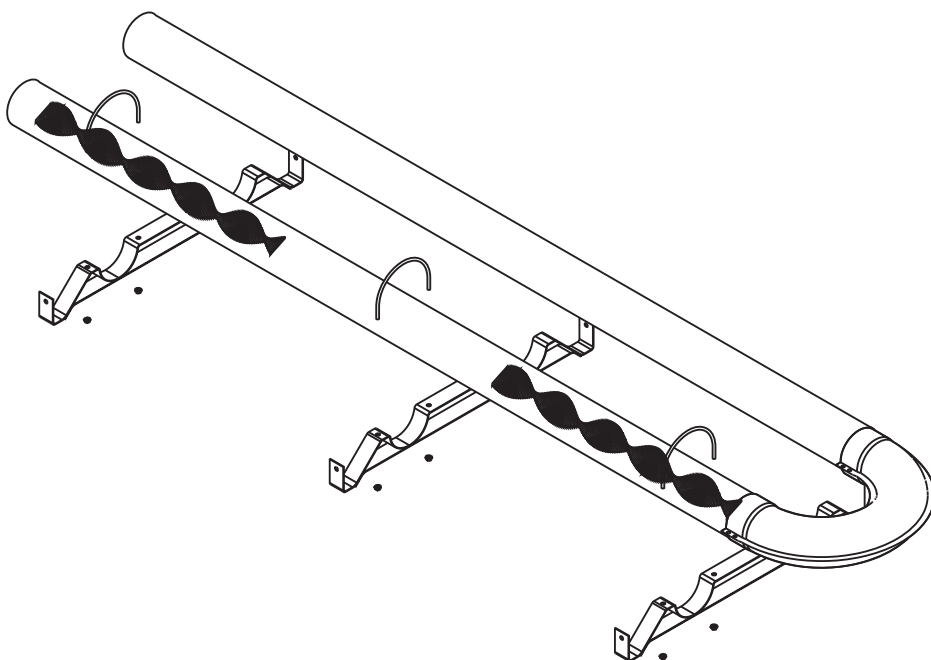

Рис. 4.4 Сборка модуля INFRA: положение кронштейнов
- 2) Закрепить кронштейны на трубе, используя гайки, как указано на рис. 4.4.